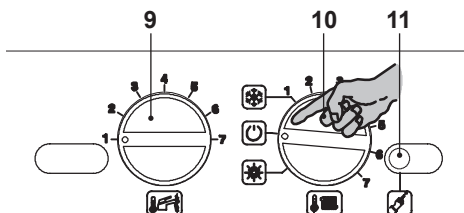

Figura 6.7
- Spegnere la caldaia portando il selettore di funzione 10 sulla posizione "U" come in Figura 6.7.